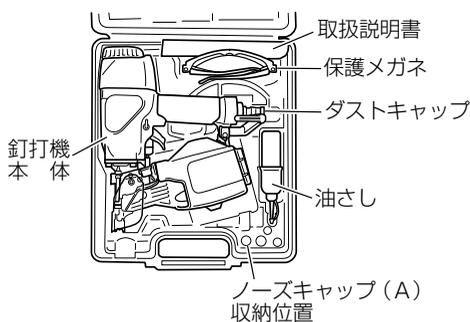

図 34
- 作業後は内部にごみやほこりが入らないよう、ダストキャップをエアプラグにさし込み、ケースに入れて保管してください。また、取りはずしたノーズキャップ (A) はケースのノーズキャップ (A) 収納位置に収納してください。ケースには図 34 のように入れてください。